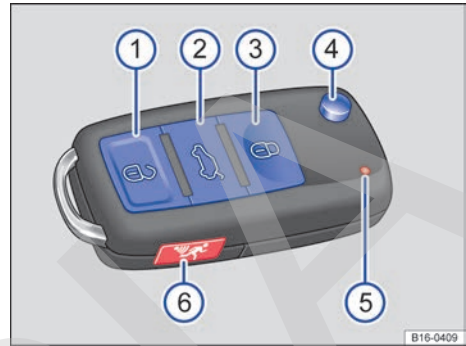

Fig. 44 Llave del vehículo (en función del equipamiento con tecla de alarma).
Leyenda de la → fig. 44:
Pulse el botón → fig. 44 ④. El paletón de la llave se desbloquea y se despliega.
Si se pulsan las teclas de la llave del vehículo → fig. 44 o una de las teclas del cierre centralizado → pág. 66 varias veces muy seguidas, el cierre centralizado se desconecta brevemente a modo de protección contra sobrecarga. El vehículo está entonces desbloqueado. En caso necesario, bloquéelo.